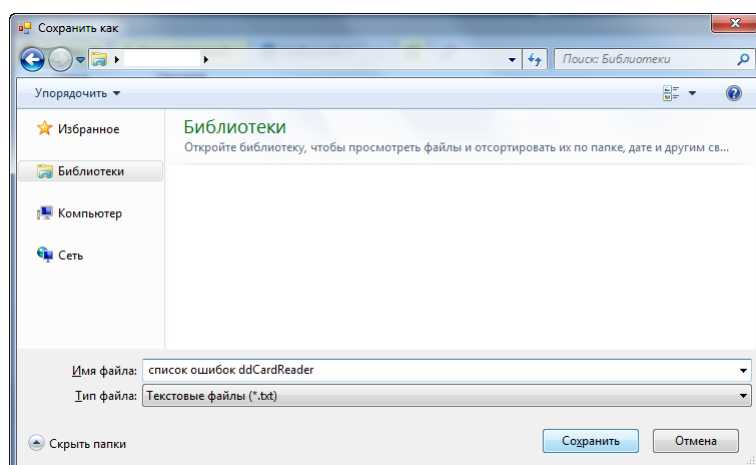

Рис. 472 Сохранение экспортируемого списка нарушений
- В открывшемся окне проводника указать место для размещения сохранения файла и его имя, после чего нажать кнопку «Сохранить», расположенную в правой нижней части окна, см. Рис. 472.